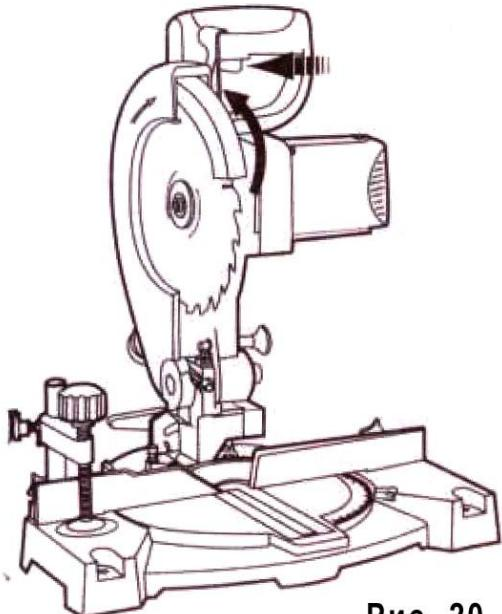

Рис. 20
7. Отпустите стопор шпинделя (33).
8. Снимите винт (18) и фланец диска (17) под ними. Опорный фланец остается на шпинделе.
9. Теперь потяните за рычаг (2) и сдвиньте выдвижной защитный кожух вверх (рис. 20).